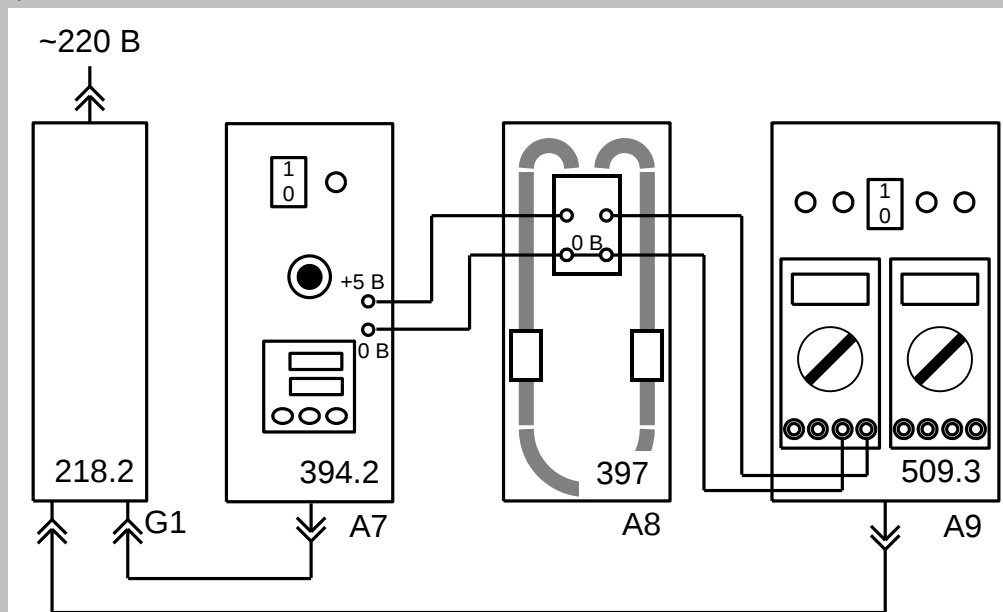

Рис. 2.4.2. Схема электрическая соединений при испытании датчика давления.
Схема электрическая соединений при испытании датчика давления показана на рис. 2.4.2.
- Соедините блоки в соответствии со схемой электрической соединений рис. 2.4.2.